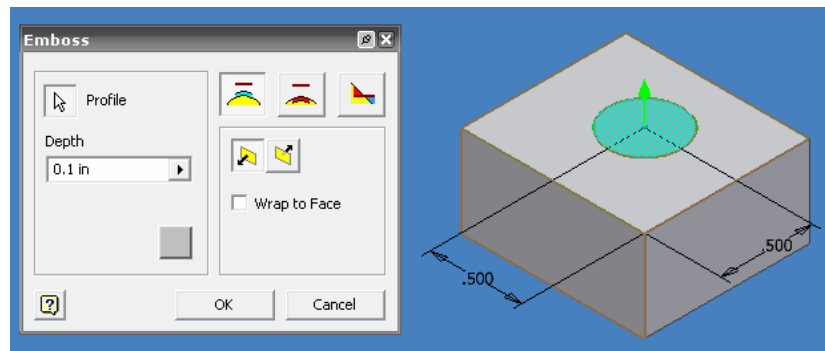

Figura 3.72 Vista previa del comando EMBOSS, EMBOSS FROM FACE.
- Seleccione el círculo como el boceto a ejecutar acción, figura 3.72.